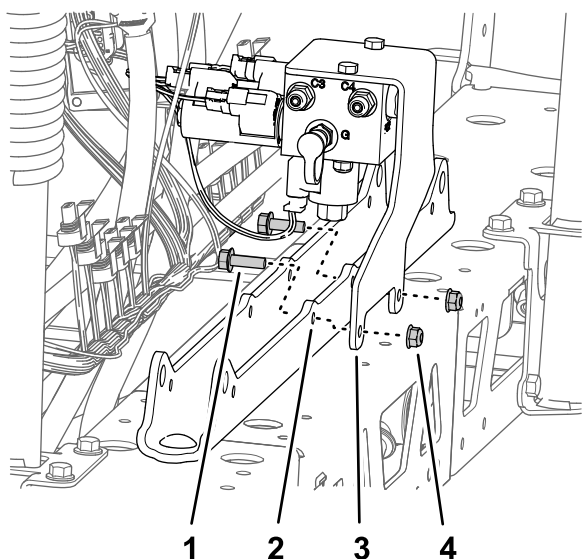

Figura 95
- A. Alinee los orificios del soporte del distribuidor de elevación con los orificios del soporte de los cilindros (Figura 95).
- B. Monte el soporte del distribuidor en el soporte de los cilindros (Figura 95) con